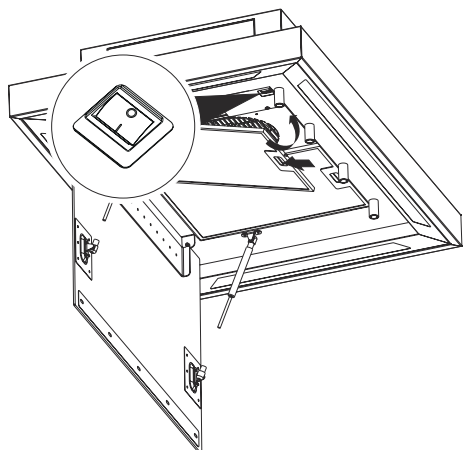

Fig. 20
- 6.** ➤ Tænd for kontakten (Fig. 20)
Sæt nu fedtfilterne på (Fig. 20).